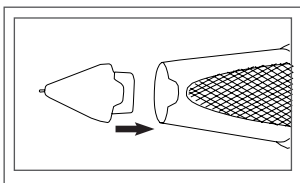
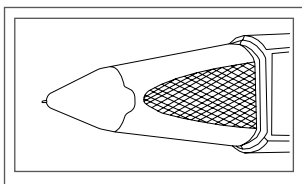

Fig. 1.08
Fig. 1.09
2. Pour insérer une nouvelle pointe magnétique, positionnez la pointe magnétique comme indiqué sur la figure 1.08 et faites-la glisser dans le corps principal pour la fixer magnétiquement, comme illustré sur la figure 1.09.